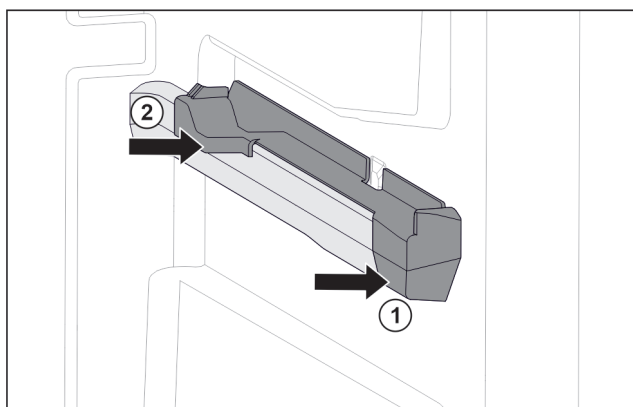

Fig. 97 Вставна частина на правому ребрі для резервуару
- ▶ Одягти вставну частину вперед на ребро резервуару. Fig. 97 (1)
- ▶ Притиснути вставну частину позаду. Fig. 97 (2)